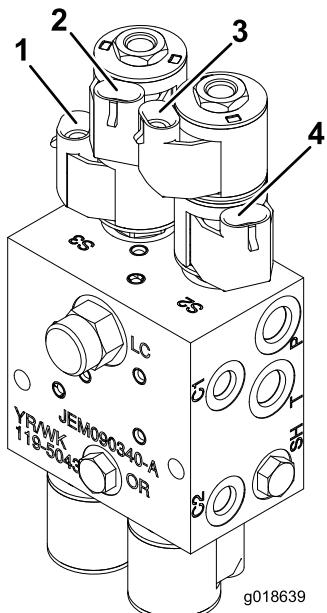

Figura 19
8. Ligue os conectores "Left Boom/Up"; "Left Boom/Down" na cablagem eléctrica às válvulas de solenoide no bloco hidráulico (Figura 19).